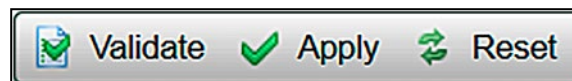

Figura 118. El botón Validate.
**PASO 4.** Cuando la contraseña ha sido ingresada, haga clic en el botón **Validate (Validar)** en la esquina superior derecha de la pantalla *IntelliLink*. Ver Figura 118.
**PASO 5.** Si el cambio de la contraseña se valida con éxito, haga clic en el botón **Apply (Aplicar)** para terminar con el proceso de cambio de la contraseña y configurar la nueva contraseña en el control. Ver Figura 118. Vaya al Paso 6 si el cambio de la contraseña no fue validado exitosamente.